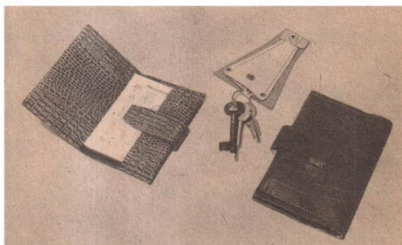

Bild 5/1 Mehrzwecktaschen aus Kunstleder
- Warum ist Kunstleder der richtige Werkstoff für die Herstellung der Taschen in Bild 5/1?